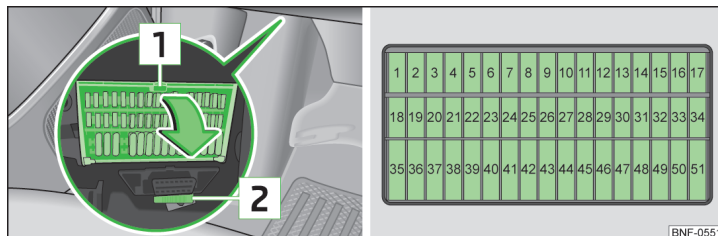

Fig. 124 Sikringsboks / Sikringer
Sikringerne er placeret under rattet på undersiden af instrumentpanelet » Fig. 124.
- Tryk på låsetappen **1** » Fig. 124.